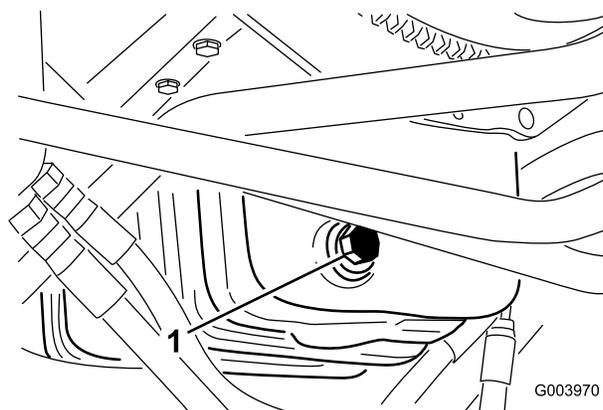

Figura 61
1. Retire o tampão de escoamento (Figura 61) e deixe o óleo escorrer para um recipiente adequado.